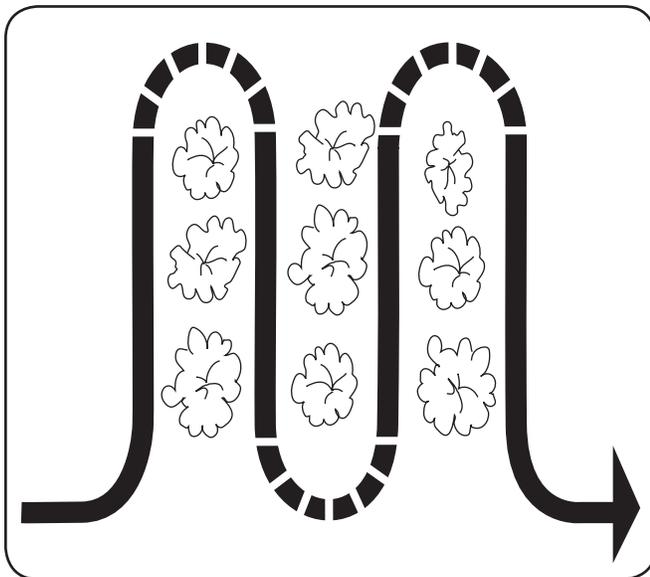

Figure 5-3
- Lorsque vous labourez le sol autour des plantes, réglez la profondeur de labourage entre 1" et 2". Voir Figure 5-3. Utilisez un réglage de très faible profondeur pour éviter d'abîmer les racines des plantes qui poussent souvent près de la surface. Si nécessaire, soulevez la poignée légèrement pour empêcher les dents de creuser trop profondément. En plus d'éliminer les mauvaises herbes, un labourage régulier ameublir et aère le sol, ce qui permet une meilleure absorption de l'humidité et une croissance plus rapide des plantes. Pour rendre le labourage plus facile, arrosez la zone de travail quelques jours avant le labourage et laissez reposer le sol fraîchement travaillé pendant un jour ou deux avant d'effectuer un passage final de labourage en profondeur.